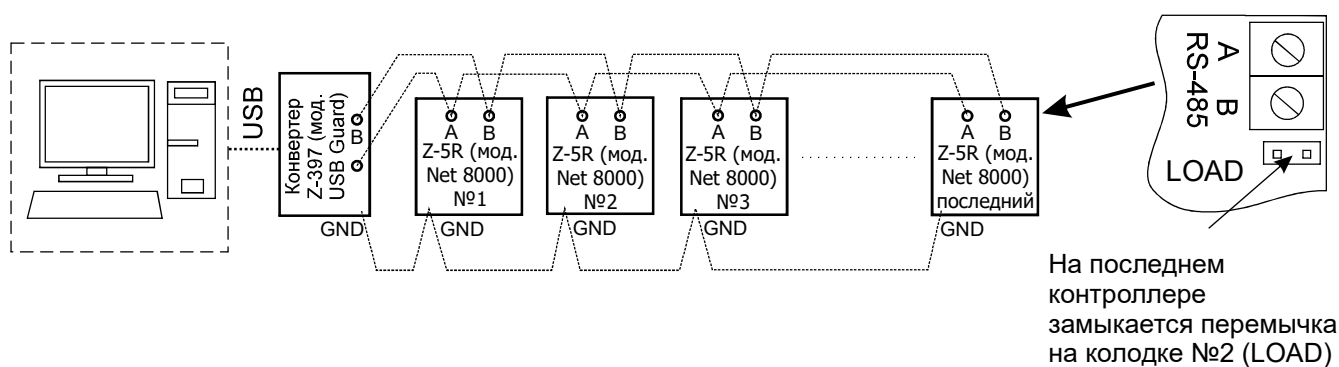

Рис.5 Вариант подключения контроллеров к ПК при работе в сетевом режиме
**Б. Вход** - по картам стандарта EM-Marine, **выход** - с помощью кнопки открывания замка (см. рис.5):